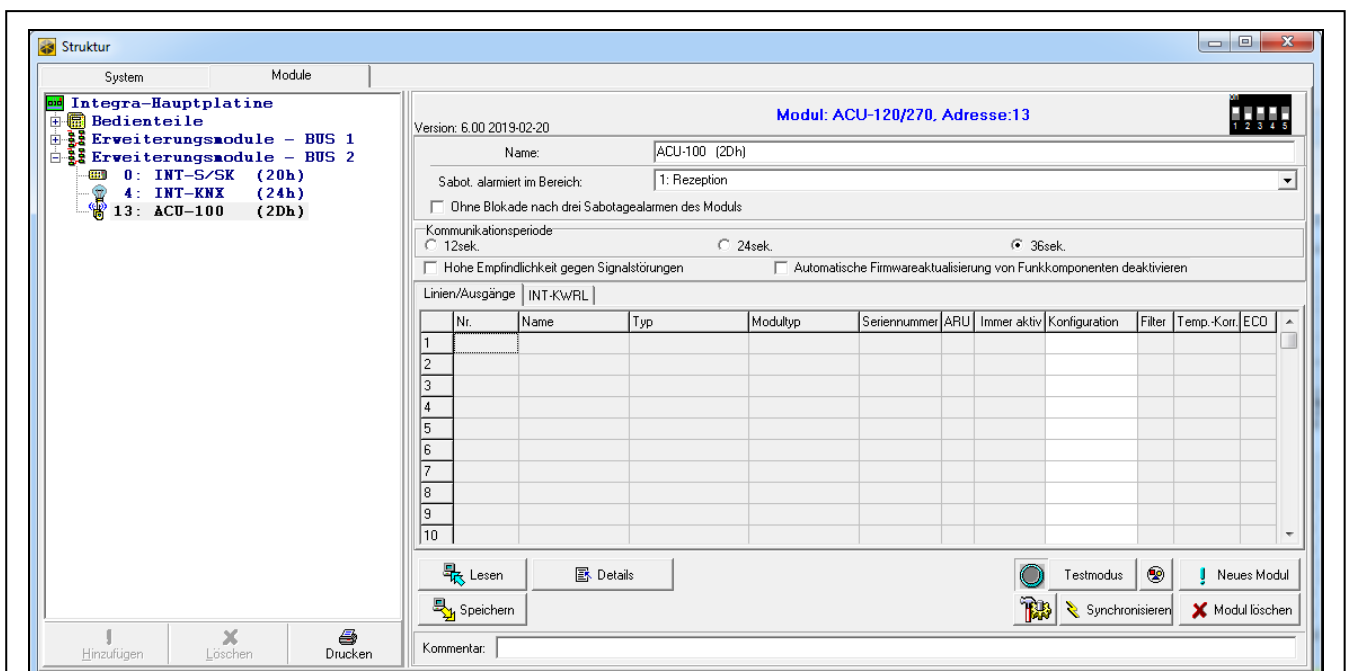

Abb. 21. Programm DLOADX: Parameter und Optionen des an die Zentrale INTEGRA / INTEGRA Plus angeschlossenen Funkbasismoduls.
- Programm DLOADX: Fenster „Struktur“ → Registerkarte „Module“ → Zweig „Erweiterungsmodule“ → [Name des Funkbasismoduls] (Abb. 21).